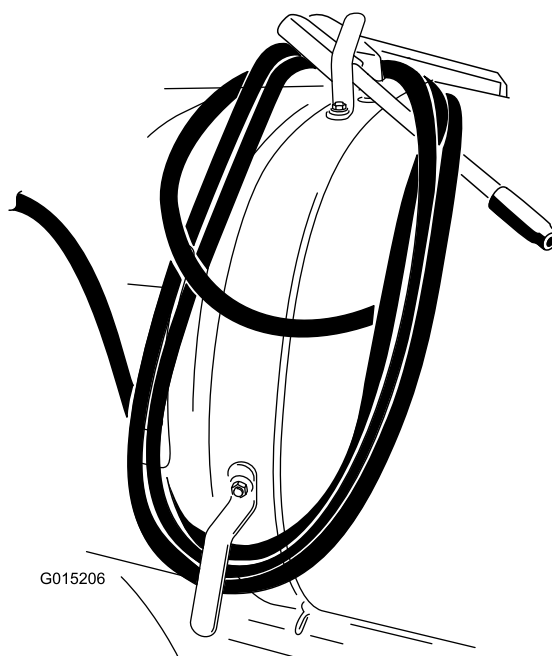

Figure 14
- Enroulez le flexible sur les crochets de la cuve et fixez le pistolet comme illustré à la Figure 14.